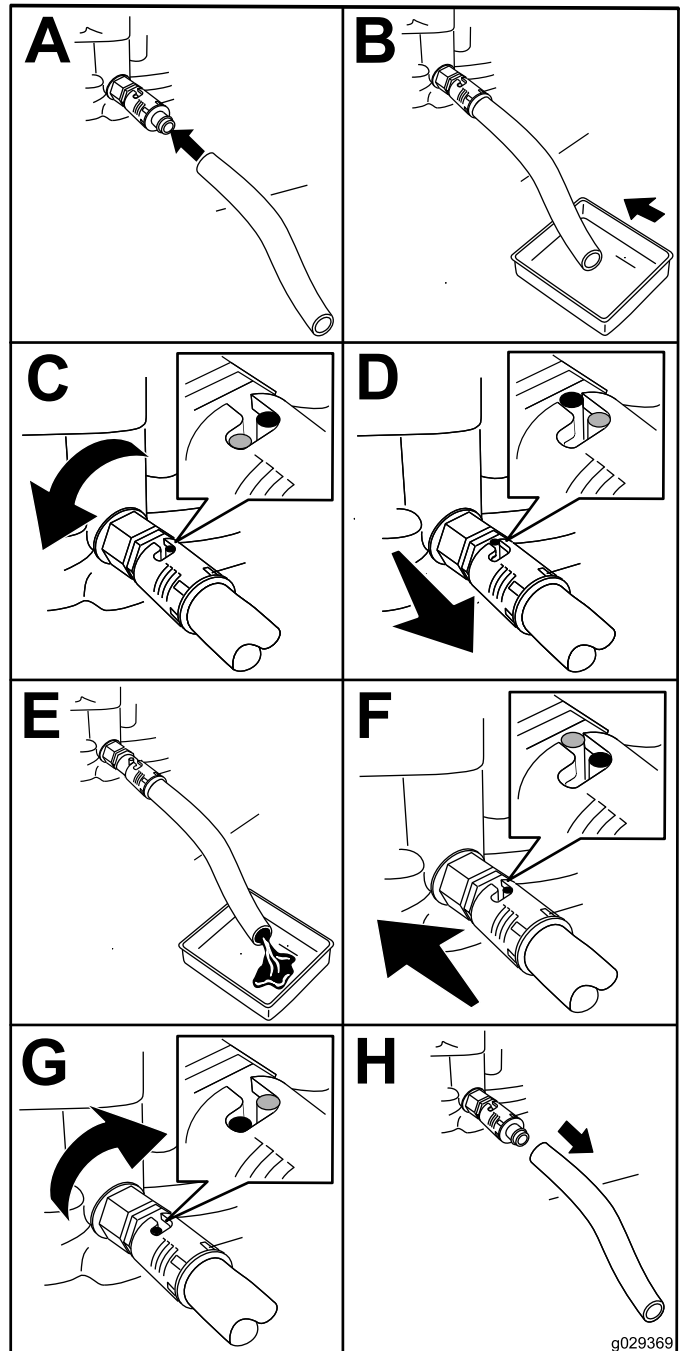

Figure 28
4. Vidangez l'huile moteur (Figure 28).